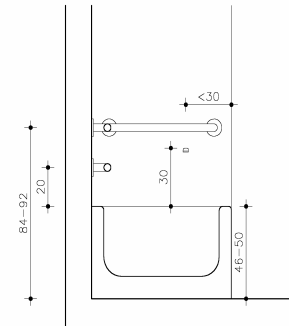

Figura 9
D.3 Altura: Debe estar comprendida entre los 48cms y 50cms medidos desde el nivel de piso terminado. (Ver figura 9).
En términos específicos, se deben colocar para la bañera, cuatro agarraderas horizontales, una en la cabecera y otra en la piecera, cuya longitud sea de 60cms, ubicadas a una altura comprendida entre los 84cms y 92cms con respecto al nivel de piso terminado, y dos lateralmente, de 60cms de longitud, ubicadas una a 20cms por encima del borde superior de la bañera, y la otra a alturas comprendidas entre 84cm y 92cm, con respecto al nivel de piso terminado. (Ver figura 9).